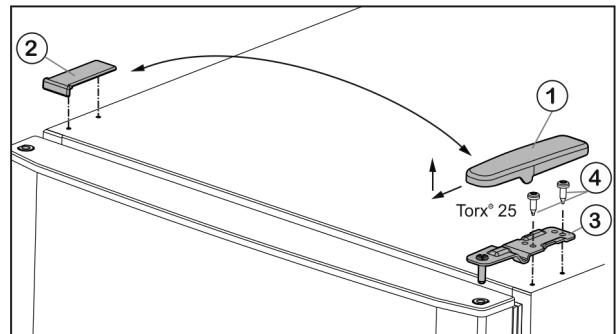

Fig. 5
- ▶ Retirer le cache Fig. 5 (1) par l'avant et le haut.
- ▶ Soulever la cache Fig. 5 (2).
- ▶ Dévisser le support de palier supérieur Fig. 5 (3)(2 fois Torx® 25) Fig. 5 (4) et le retirer par le haut.
- ▶ Placer le support de palier supérieur Fig. 5 (3) sur le nouveau côté de la charnière et dans la porte.
- ▶ Revisser le support de palier (**en appliquant un couple de 4 Nm**) (2 Torx® 25) Fig. 5 (4). Utiliser au besoin une visseuse sans fil.
- ▶ Remplacer le cache Fig. 5 (1) du côté opposé par l'extérieur et l'enclencher.
- ▶ Remplacer le cache Fig. 5 (2) du côté opposé par le haut et l'enclencher.